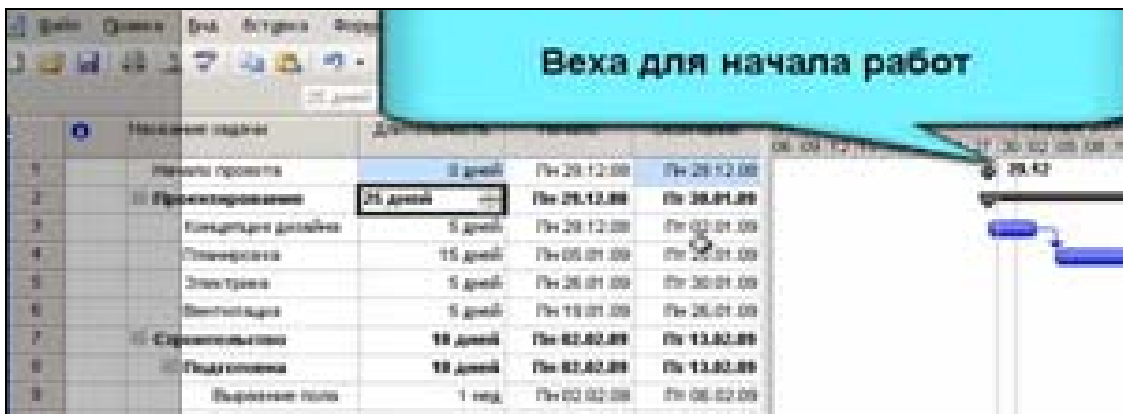

Рисунок 13 – Установка вехи для проекта
1. Сформируйте в проекте задачу «Начало проекта». Для этого надо вставить в начале списка задач строку и ввести ее название. Например, «Начало проекта». В колонке «Длительность» установить значение «0». На графике сформировалась точка, которая называется «контрольная точка проекта» или *веха* (рис. 13).